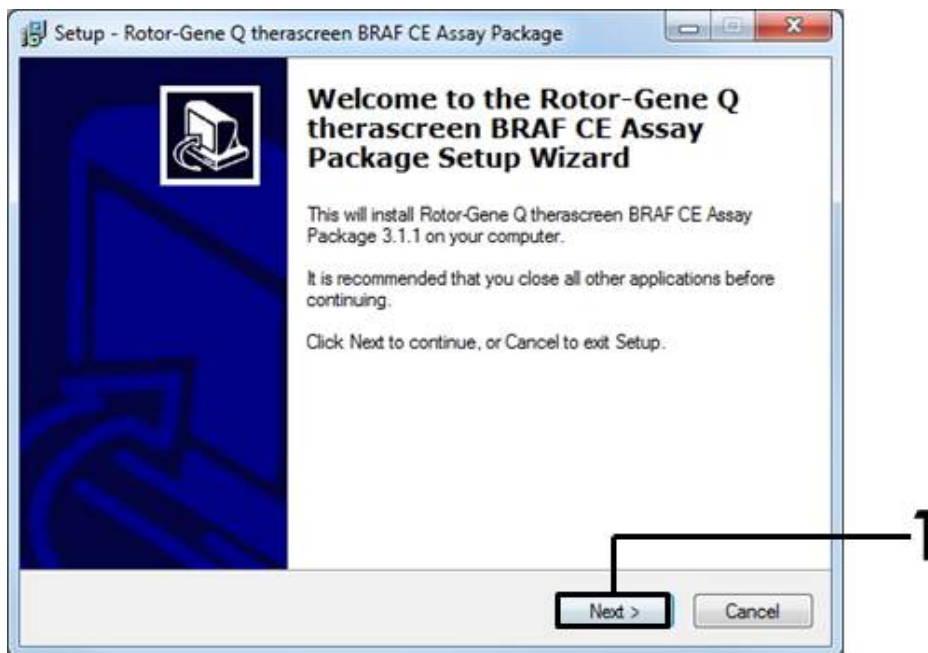

Ilustración 41. Cuadro de diálogo “Setup” (Configuración) (1 = Botón “Next” [Siguiente])
4. Se abrirá el asistente para la instalación. Haga clic en “Next” (Siguiente) para continuar (ilustración 41).